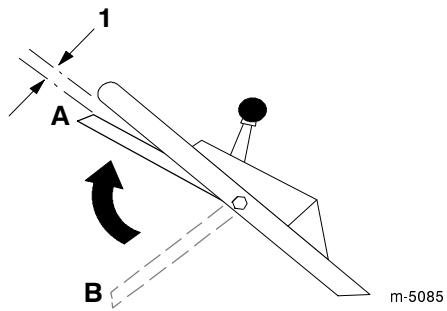

Figura 15
9. Levante la barra de control hasta unos 2,5 cm del manillar; consulte la posición *A* de la Figura 15.